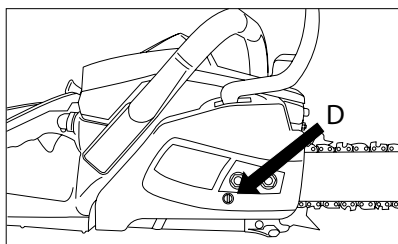

Fig. 11
1. Slăbiți piulițele de fixare a șinei (capacul protector și maneta de frână), rotiți bolțul de reglare (D) după acele de ceasornic pentru a întinde lanțul. Pentru a micșora tensionarea lanțului rotiți bolțul de reglare (D) contra acelor de ceasornic. Verificați că lanțul este amplasat pe întreg perimetrul lamei de ghidare (Fig. 11).